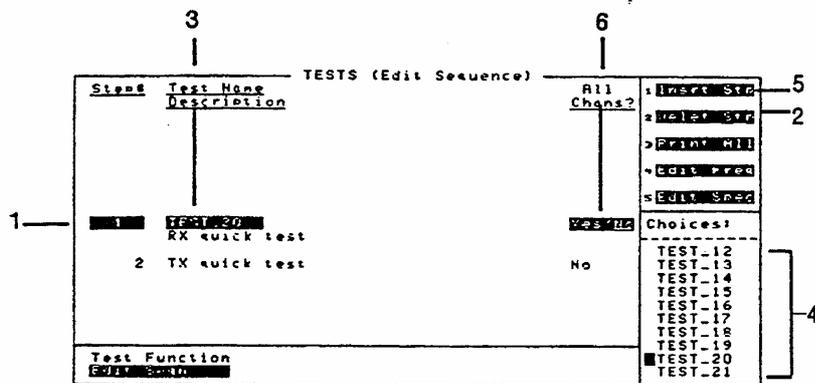

图 30-5 编辑序列屏幕举例
2. 选择编辑序列(**Edit Sequence**)功能。呈现编辑序列(Edit Sequence)屏幕。(见图 30-5)。
3. 步号(Step #)字段为当前过程列出所选择的测试的次序(见图 30-5(1)项)。用旋钮或 **↑** **↓** 键在要删除、替代、插入测试的地方选择步。
当转动旋钮时,与步相对应的测试名称(Test Name)在测试描述(Description)的上方出现(见图 30-5(3)项)。对应每个测试的测试名称可在整个包中获得。
2. 选择删除步(**Delet Stp**)功能(见图 30-5(2)项)。所选择的测试被取消,并且测试过程的步被重视编排。
2. 为所挑选的步选择测试名称(Test Name)(见图 30-5(3)项)。
3. 显示出一个测试选择表(见图 30-5(4)项)。用旋钮或 键将光标移到替换的测试。
5. 为全部信道(All chans?)字段选择是()或不是()，以便指明该新的测试是在所有信道上运行还是只有基本信道上运行。(基本信道在 Edit Frequencies 屏幕上被指定。)见图 30-5(6)项。
2. 选择插入步()功能(见图 30-5(5)项)。所选择的测试的复本被插入。(当插入新的测试时，初始内容被复盖。)
3. 为所选择的步挑选测试名称(Test Name)(见图 30-5(3)项)。
4. 显示出一个测试选择表(见图 30-5(4)项)。用旋钮或 键将光标移到将被插入的测试。
6. 为全部信道 (All Chans?) 字段选择是 (Yes) 或不是 (No) 以便指明新的测试是在所有信道上被运行还是在基本信道上被运行 (见图 30-5(6) 项)。基本信道在 Edit Frequencies 屏幕上被规定。